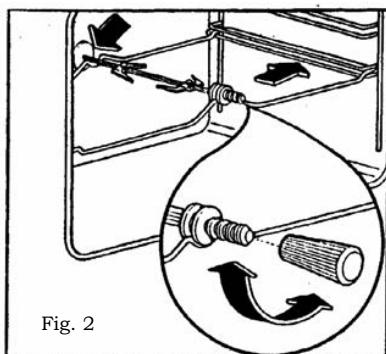

Fig. 2
## Como usar o espeto rotativo (quando previsto) - Fig. 2
F) Terminada a cozedura, aparafuse a pega do espeto e retire-o do forno. (Fig. 2)